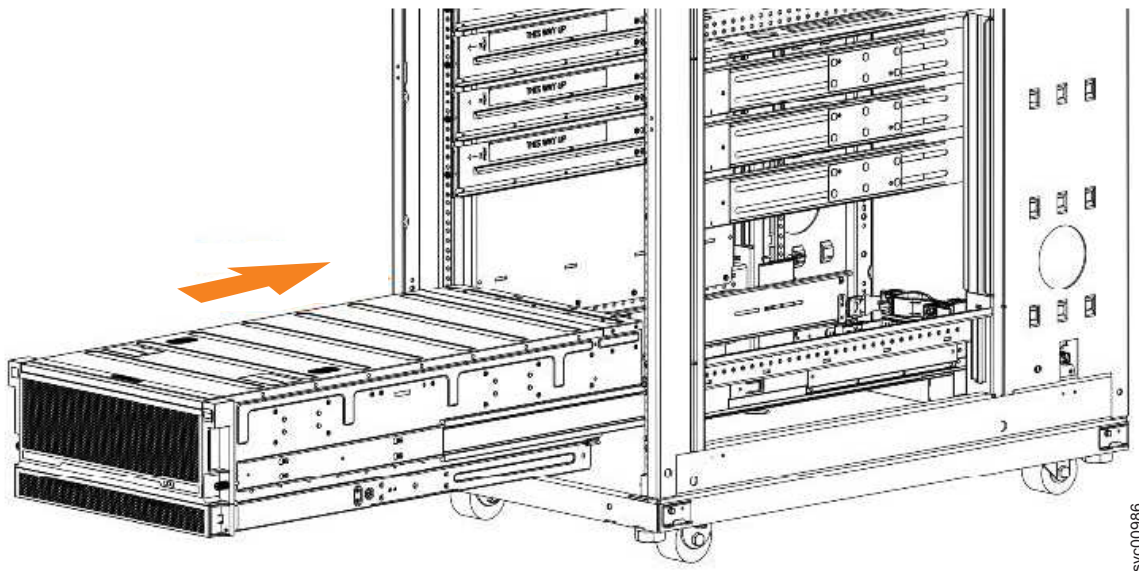

図 57. ラックでのエンクロージャーの取り付けの例
- 拡張エンクロージャーを、ラック内の一番下の位置に取り付けます。図 57 は、例を示しています。